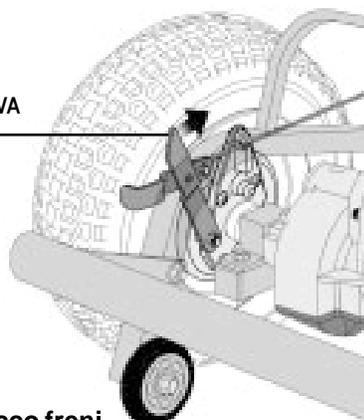
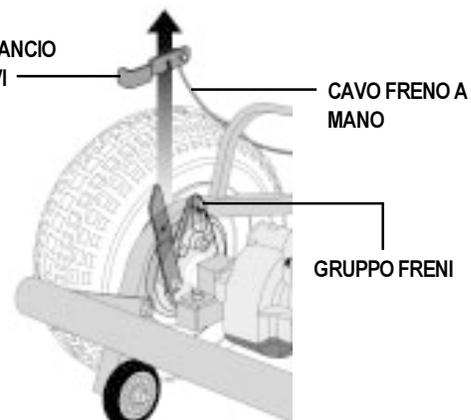

Figura 18. Leva sblocco freni
Figura 19. Come liberare il cavo del freno a mano
8. Scollegare il cavo del freno a mano dal punto di raccolta posteriore spingendo in avanti con il pollice la leva sblocco freni e mantenendola premuta. Si veda figura 18. Staccare il gancio raccolta cavi e staccarlo dal tassello di blocco; far scorrere il cavo del freno a mano fuori dall'apposito alloggiamento nel gruppo freni. Si veda figura 19. Spostare il cavo per evitare che si impigli.